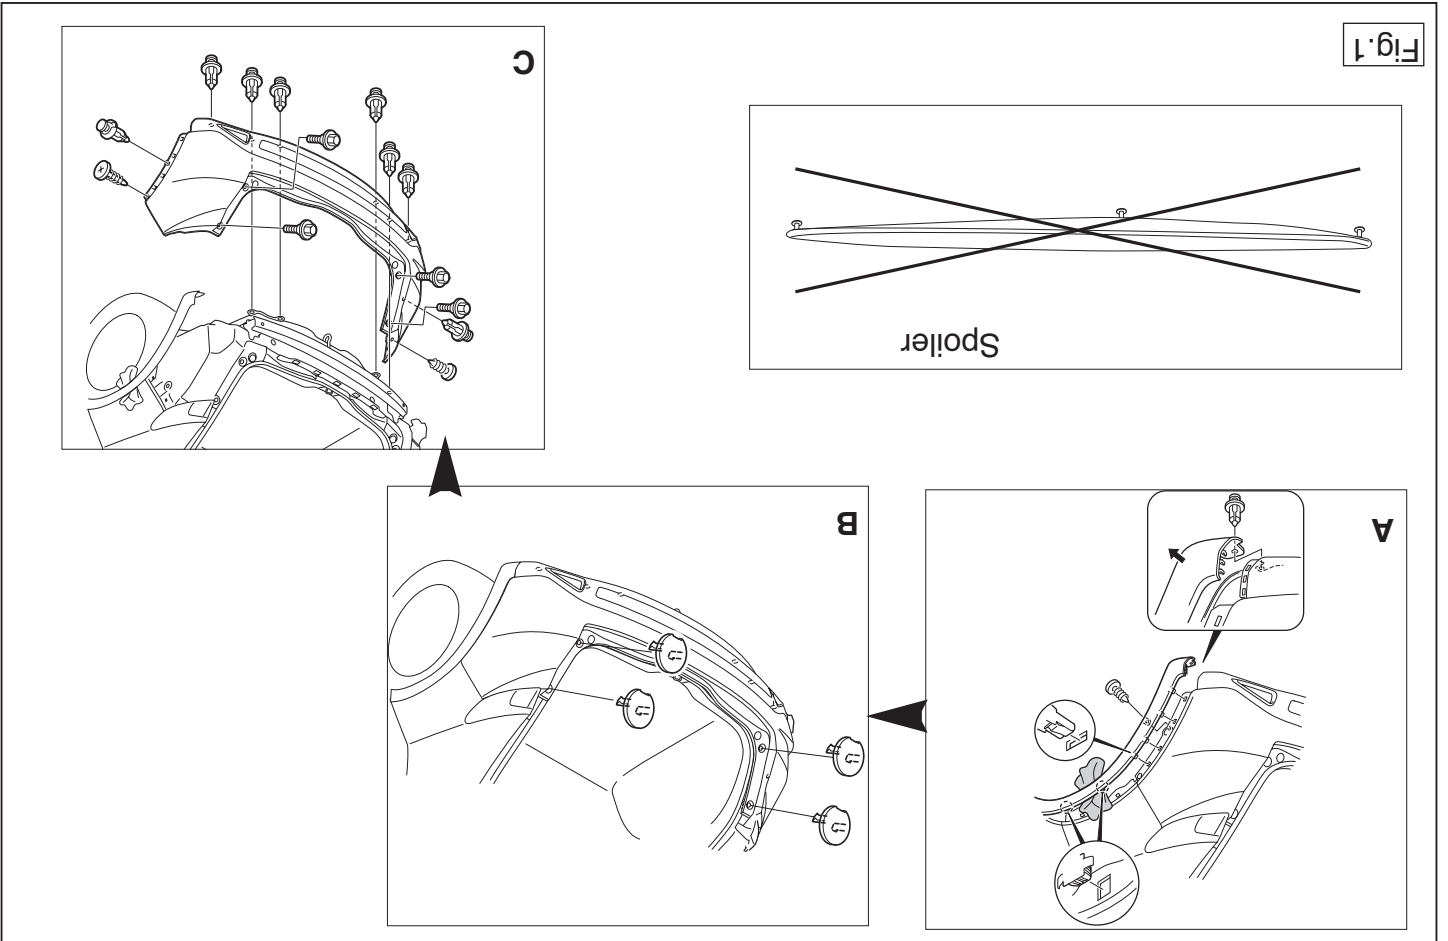

Fig. 1
2. Remove the bumper. (See figure 1).
9. Fit the bumper. (See figure 1).
2. Die Stoßstange abmontieren. (Siehe Abbildung 1).
9. Die Stoßstange montieren. (Siehe Abbildung 1).
2. Démontez le pare-chocs. (Voir la figure 1).
9. Mettre en place le pare-chocs. (Voir la figure 1)
2. Снять бампер. (См. рисунок 1).
9. Установить бампер. (См. рисунок 1).